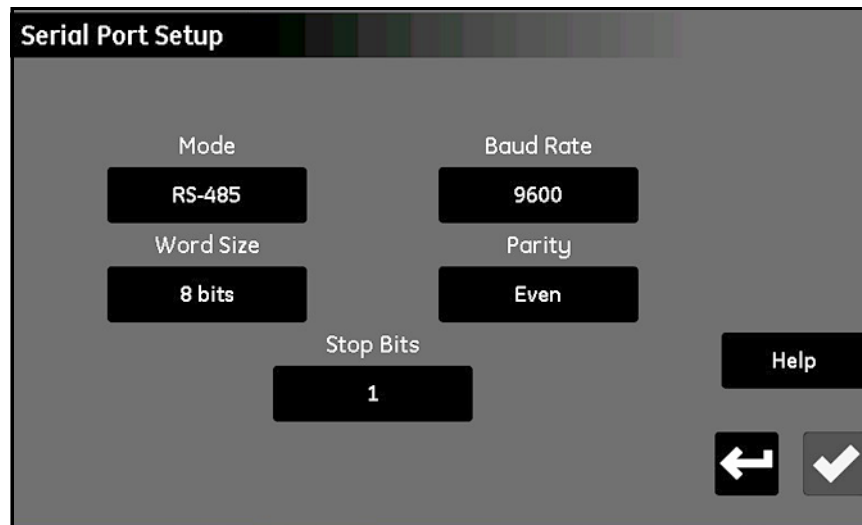

Figura 67: La schermata Configurazione porta seriale
1. Dalla schermata *menu Configurazione* (Figura 52 a pagina 57), toccare il pulsante **Porta seriale** per aprire una schermata *Configurazione porta seriale* simile a quella nella Figura 67.